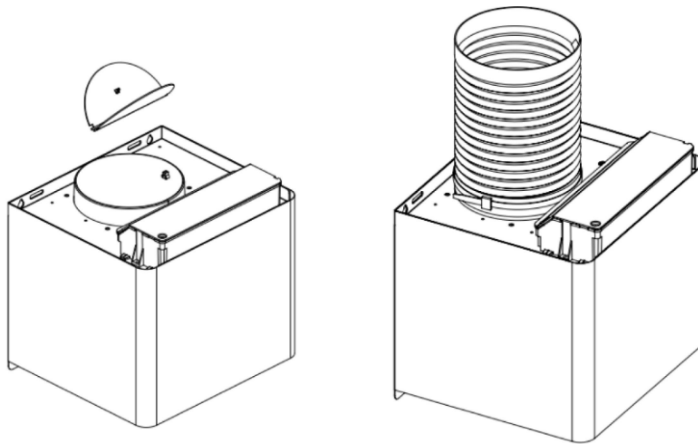

Abb. 5
4. Montieren Sie die V-Klappe und das Erweiterungsrohr (nicht im Lieferumfang enthalten) am Auslass und befestigen Sie das Erweiterungsrohr mit einem Kabelbinder. Siehe Abb. 5. Hinweis: Das Erweiterungsrohr ist nicht im Lieferumfang enthalten.